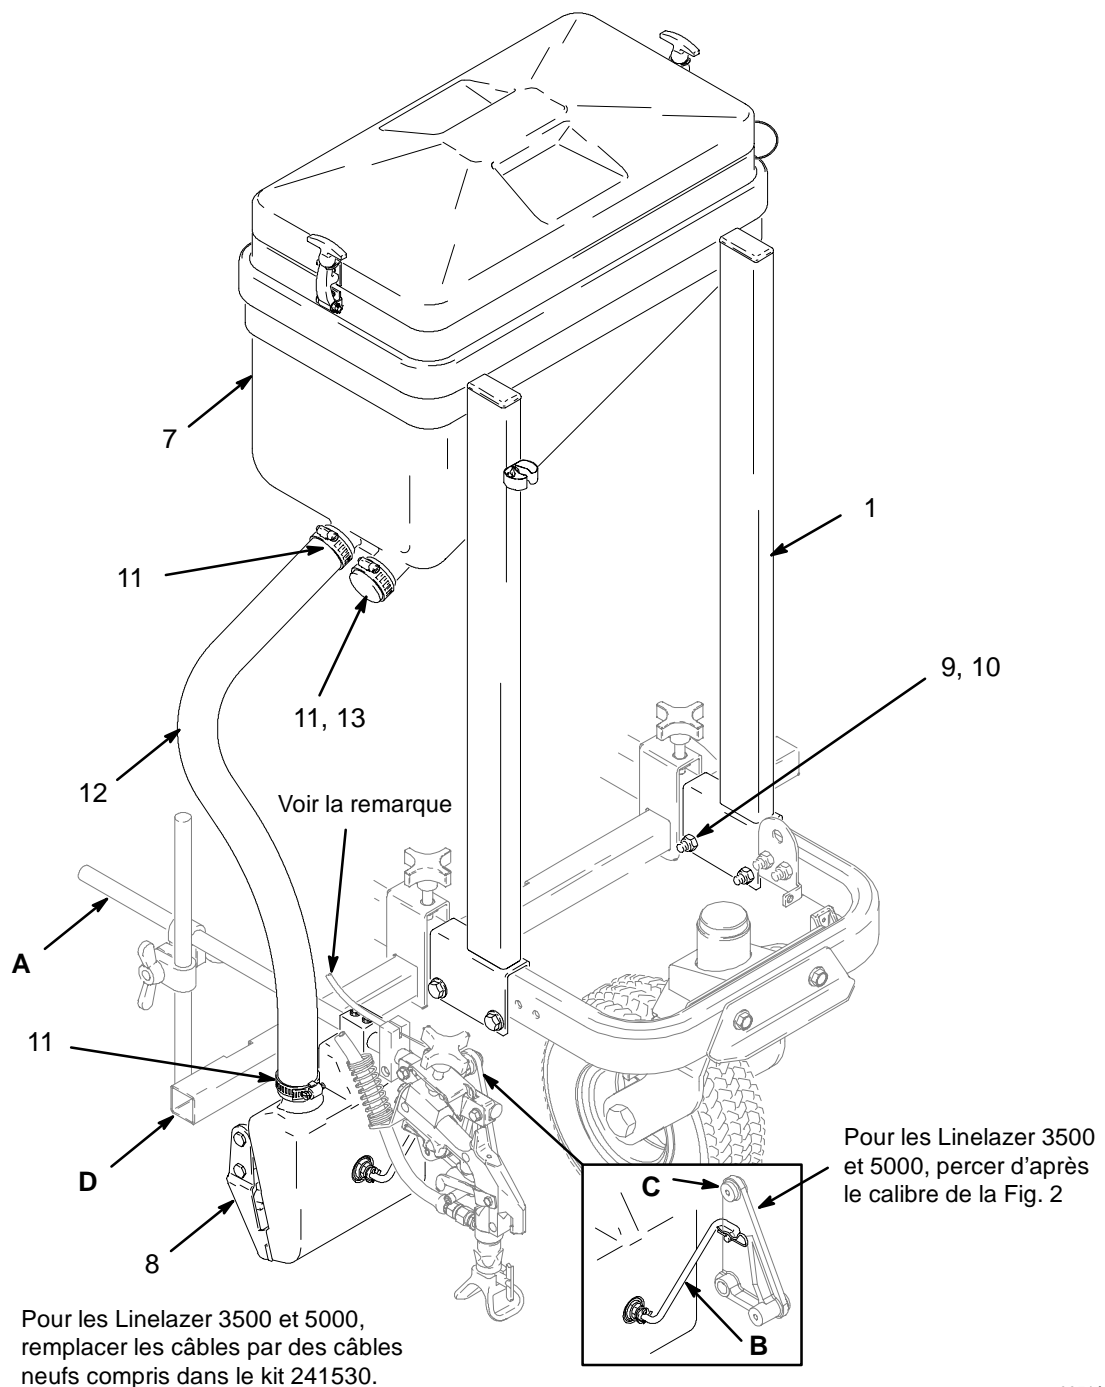

Fig. 1
1. Fig. 1. Fixer le support de la trémie à billes (1) sur le
1. Fig. 1. Faire sortir toutes les billes du système et les stocker au sec dans un endroit propre.
2. Débrancher le tuyau flexible (12) connecté sur l'entrée du distributeur de billes (8) en desserrant le collier (11).